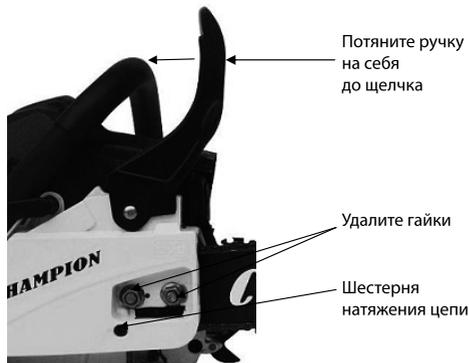

Рис.3
1. Перед установкой шины и цепи убедитесь в том, что тормоз цепи находится в расторможенном положении. Для этого потяните ручку тормоза на себя в сторону передней рукоятки до щелчка (рис.3).
2. Ослабьте гайки и используя отвертку, крутите шестерню натяжения цепи (14) против часовой стрелки до тех пор, пока палец натяжения цепи не выкрутится в крайнее левое положение.